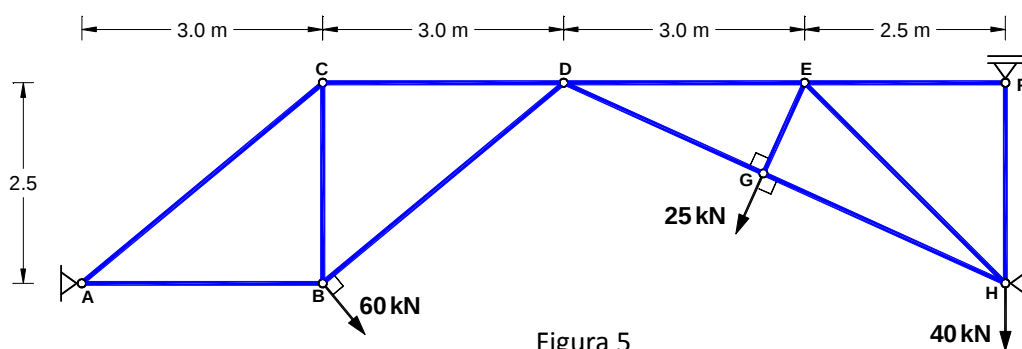

Figura 5
e) Figura 5 Determine o esforço na barra BC.